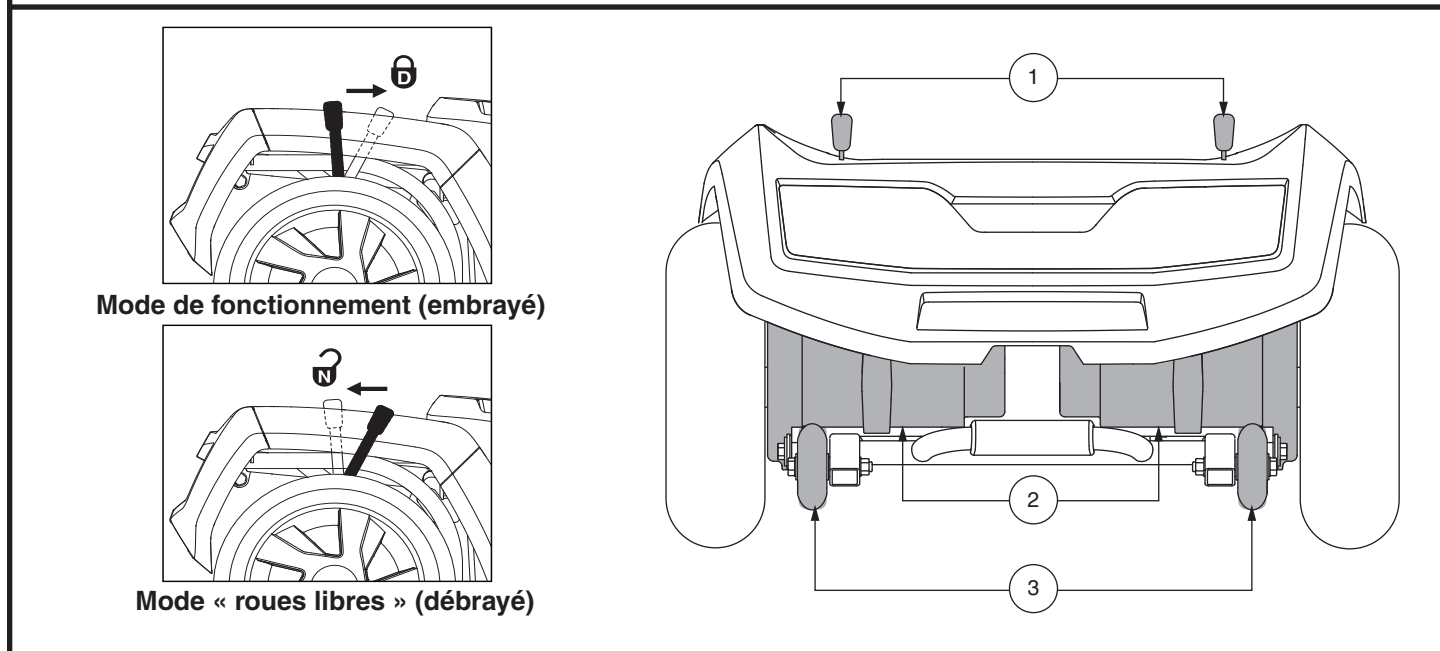
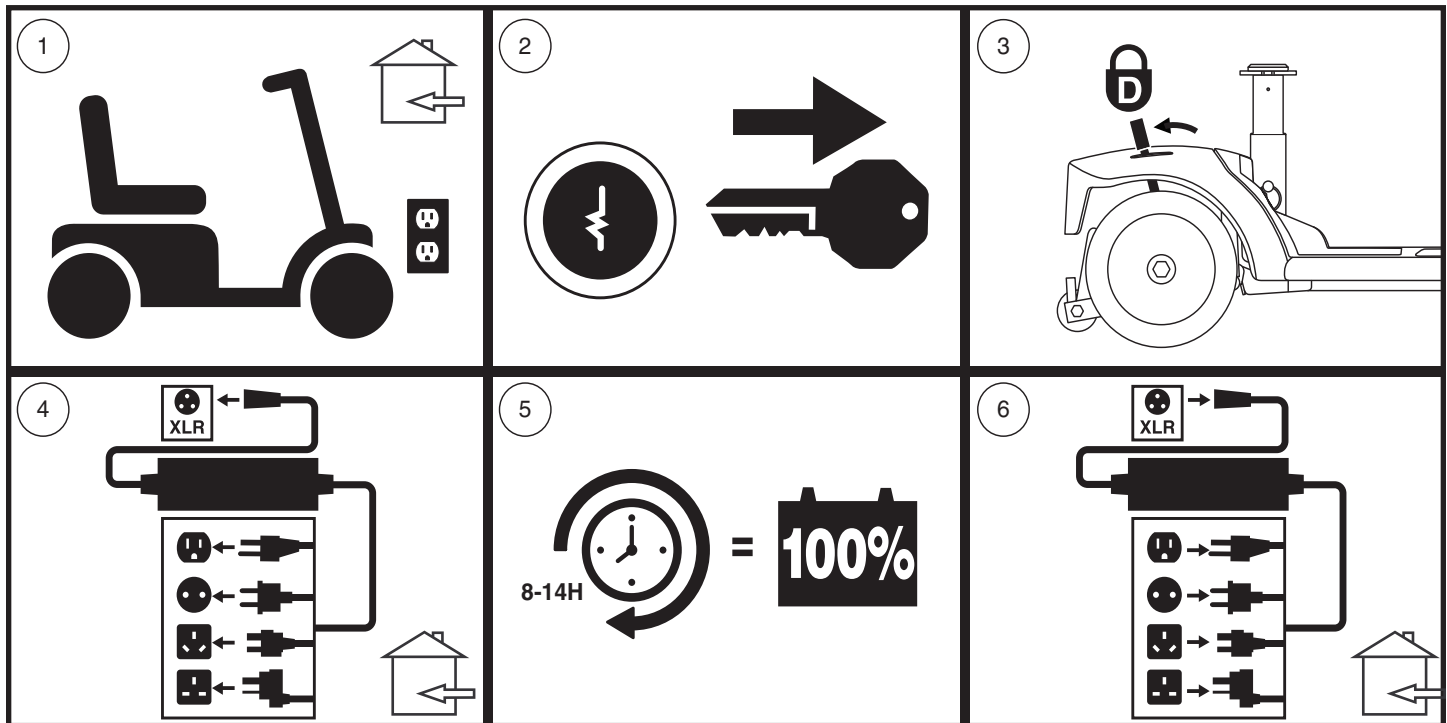

Figure 7. Section arrière - 710ZT
Figure 12. Recharge des batteries schéma des procédures
Votre Scooter est équipé de deux leviers d'embrayage manuel « pour passer au neutre » un sur chaque moteur. Ces leviers vous permettent de débrayer les moteurs de la boîte de vitesse, afin de pouvoir manoeuvrer votre Scooter manuellement. Voir la figure 7.
1. Trouvez les leviers sur la section arrière de la Scooter. Voir la figure 7.
NOTE: Pour le modèle 710ZT, les leviers de roue libre manuels fonctionnent dans la direction opposée (voir figure 7); par conséquent, pour l'étape 3 de la figure 12, les leviers doivent être poussés vers l'avant pour engager le mode de conduite.